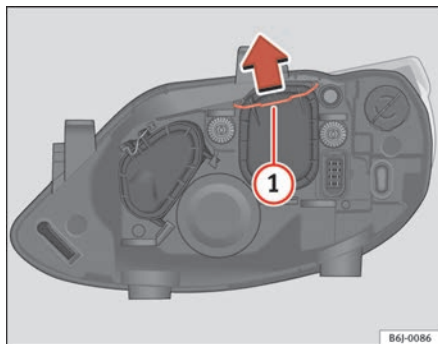

Abb. 146 Abblendlicht
- Die Strebe ⇒ Abb. 146 ① in Pfeilrichtung verschieben und den Deckel abnehmen.